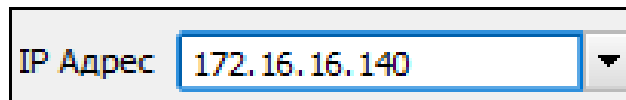

Рисунок 14
5. Нажать кнопку «Поиск контроллеров» в главном меню или ввести IP-адрес контроллера и нажать клавишу «Enter». (рис. 14).